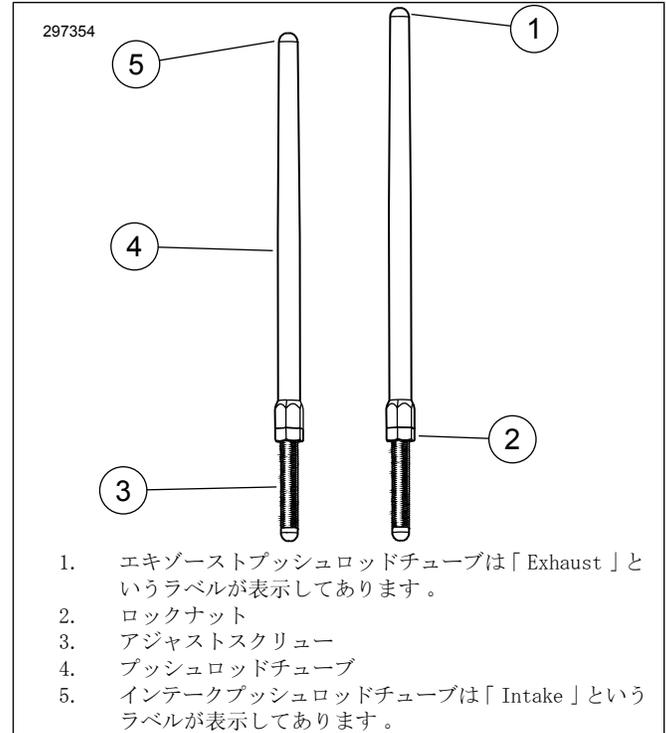

図1。アジャスタブルプッシュロッド
- 「 図1 」を参照。すべてのプッシュロッドのロックナットを緩め、一番短い長さに調節します。
- 「 図1 」を参照。プッシュロッド調整スクリーンが回転しないよう5/16インチレンチで押さえたまま、プッシュロッドチューブを1/2インチレンチで時計方向に (下から見て時計方向に) ゆっくりと2回転半だけ回します (プッシュロッドが長くなります)。(プッシュロッドチューブの平坦部には、基準点として使えるドットが付いています)。